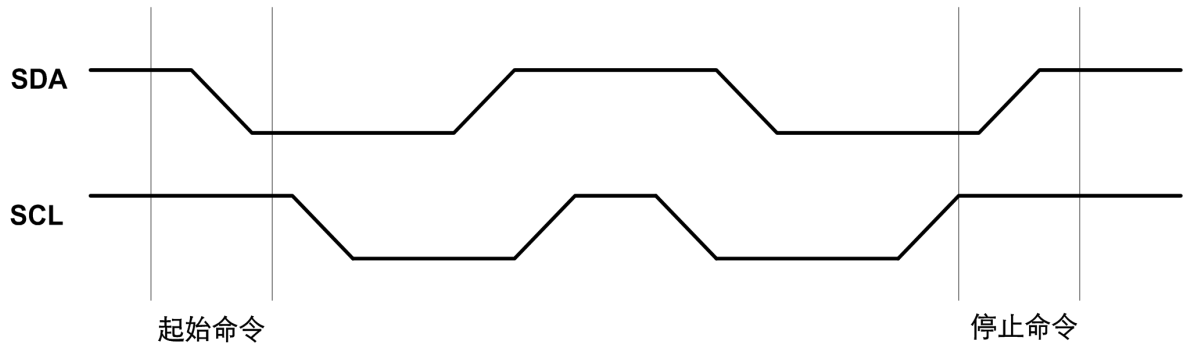

图 12-3 起始 (Start) 与停止(Stop)命令定义
**起始命令：**当 SCL 为高，SDA 由高到低的变化被视为起始命令，必须以起始命令作为任何一次读/写操作命令的开始（参见图 12-3）。
**停止命令：**当 SCL 为高，SDA 由低到高的变化被视为停止命令，在一个读操作后，停止命令会使 EEPROM 进入等待态低功耗模式（参见图 12-3）。